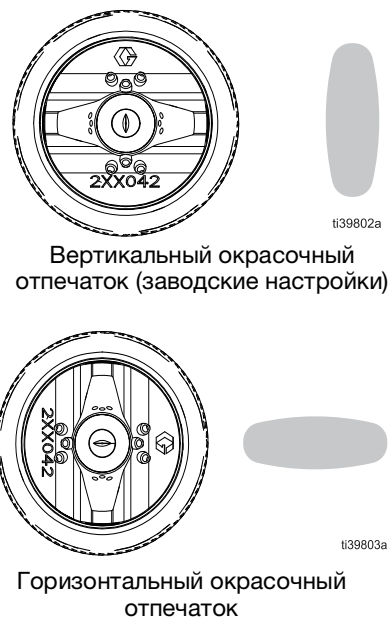

Рис. 9: Положения окрасочного факела
6. Поверните воздушную головку (8a) для получения горизонтального или вертикального факела. См. Рис. 9.
Установочный штифт воздушной головки (8e) по умолчанию установлен в положении, обеспечивающем формирование вертикального факела. См. Рис. 9